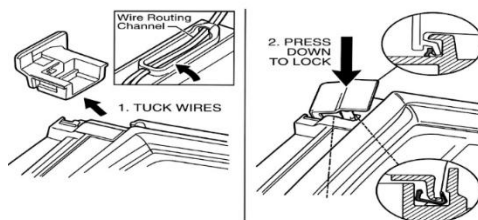

Fig 2
2. Apportez le coin de câblage retiré vers l'autre coin du cadre de porte où se trouvera désormais le faisceau de câblage. Enfilez ou rentrez le faisceau de fils de la porte solidement dans le canal de passage désigné à l'intérieur du couvercle en plastique. Alignez le couvercle sur la nouvelle fente d'angle et appuyez fermement jusqu'à ce qu'il clique à plat et soit à plat contre le cadre de la porte. (Fig. 2)